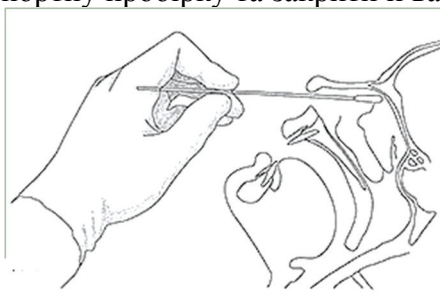

Рис. 5 – Розташування тампону при відборі біологічного матеріалу з порожнини носа
2. Ввести тампон спочатку у здорову ніздрю до упору на рівні носової раковини (рис. 5). Для цього попросити піддослідного за прокинути голову та намагатися не ворухитися під час забору біологічного матеріалу. Обертальними рухами зібрати матеріал.